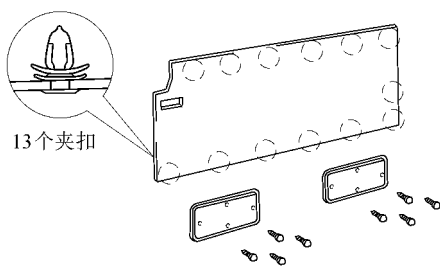
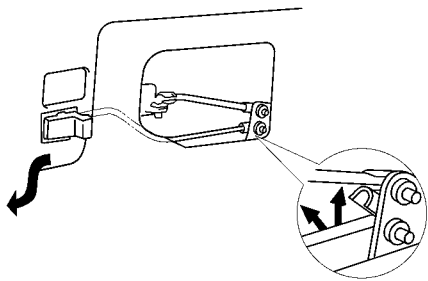

图 17-53 拆下车门装饰板
图 17-54 拆下车门锁控制推杆
(3) 拆下车门装饰板。将螺钉旋具插入车门板和车门装饰板之间撬出装饰板。然后拆下 8 个螺钉和滑动车门板下罩板, 如图 17-53 所示。
(4) 拆下辅助孔盖。
(5) 拆下车门锁控制推杆。从车门锁遥控件脱开连接杆, 拆下推杆, 如图 17-54 所示。